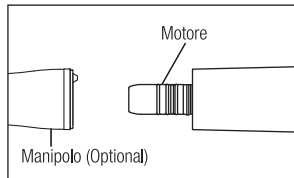

Fig. 2
1) Collegare il manipolo direttamente al motore. (Fig.2) Se si collega un manipolo ottico, ruotare il manipolo finché si blocca in sede con uno scatto.